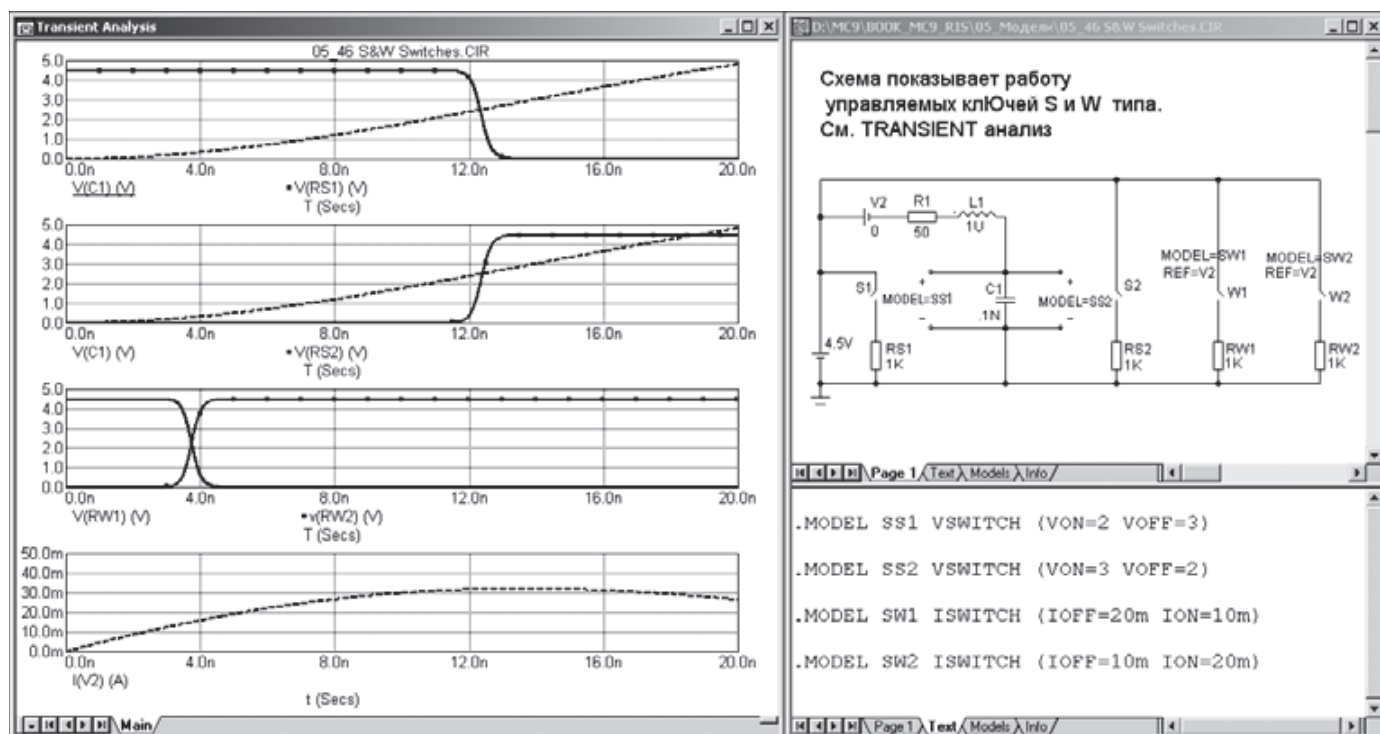

Рис. 5.48. Моделирование ключей, управляемых током и напряжением
W ключ может работать в двух различных режимах: в режиме плавного переключения (рис. 5.48) и в гистерезисном режиме. Работа в этих двух режимах аналогична работе ранее описанного ключа, управляемого напряжением (см. 5.5.2), за исключением того, что управляющей величиной является ток. Соответственно модельные параметры меняются с VON, VOFF, VT, VH на ION, IOFF, IT, IH. Смысл этих параметров такой же, как для ключа, управляемого напряжением, но только применительно не к напряжению, а к току. Параметр ION по умолчанию равен 1 мА.
Примеры моделирования ключей, управляемых напряжением (S) и током (W) приведены в схемном файле *switch_02.cir* из каталога *Components\Special Purpose* (см. также рис. 5.48).